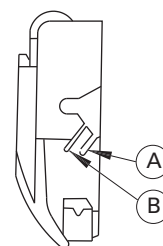

Figura 19
*Quando puxar a linha pela fenda 'A' ou 'B', conforme figura 19 use:*